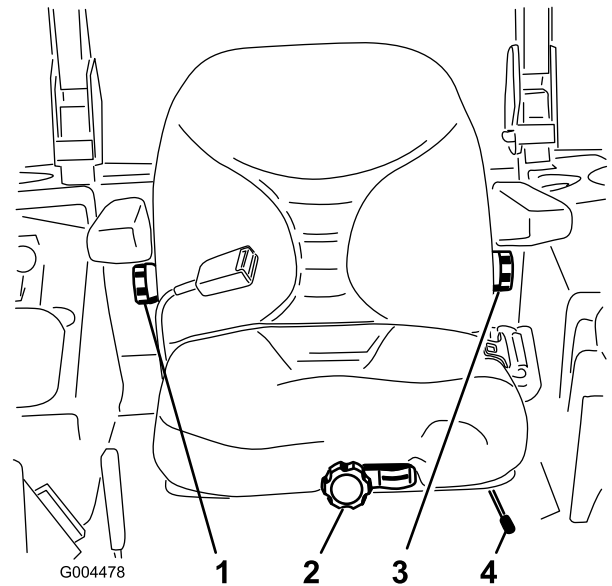

Figure 23
- Poussez le levier de réglage sur le côté pour débloquer et régler le siège (Figure 23).
Sans vous asseoir sur le siège, tournez le bouton avant dans un sens ou dans l'autre pour obtenir la position la plus confortable (Figure 23).
Pour ce faire, tournez le bouton situé sous l'accoudoir droit dans un sens ou dans l'autre pour obtenir la position la plus confortable (Figure 23).
Pour le régler, tournez le bouton situé sous l'accoudoir gauche dans un sens ou dans l'autre pour obtenir la position la plus confortable (Figure 23).